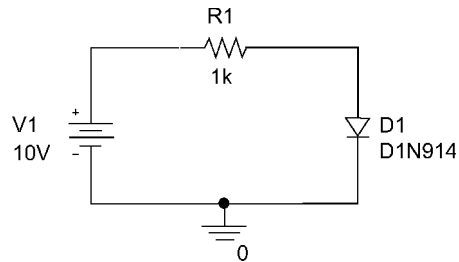

图 15.11 利用嵌套扫描对二极管的温度特性进行分析
1. 绘制如图 15.11 所示的电路图。二极管 D1N914 选自 diode 或者 eval 元件库。